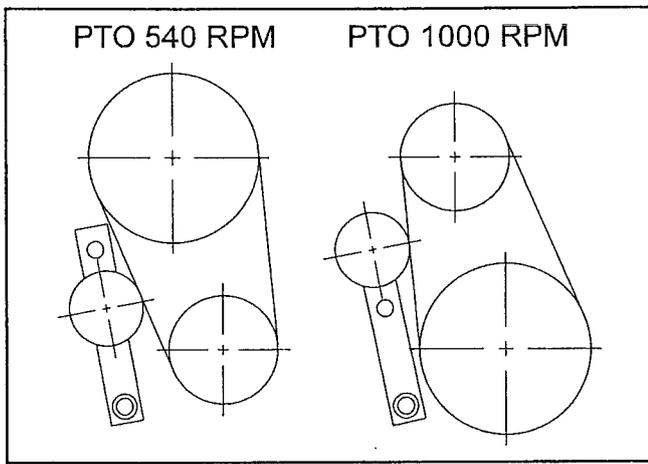

Fig.1
**Fig.1** Die Maschine ist ab Werk für eine Zapfwelldrehzahl von 1000 U/min. ausgelegt. Hat der Schlepper nur 540 U/min., müssen die beiden Riemenscheiben des Riemenantriebes umgetauscht und die Spannrolle in das untere Loch des Halters versetzt werden.